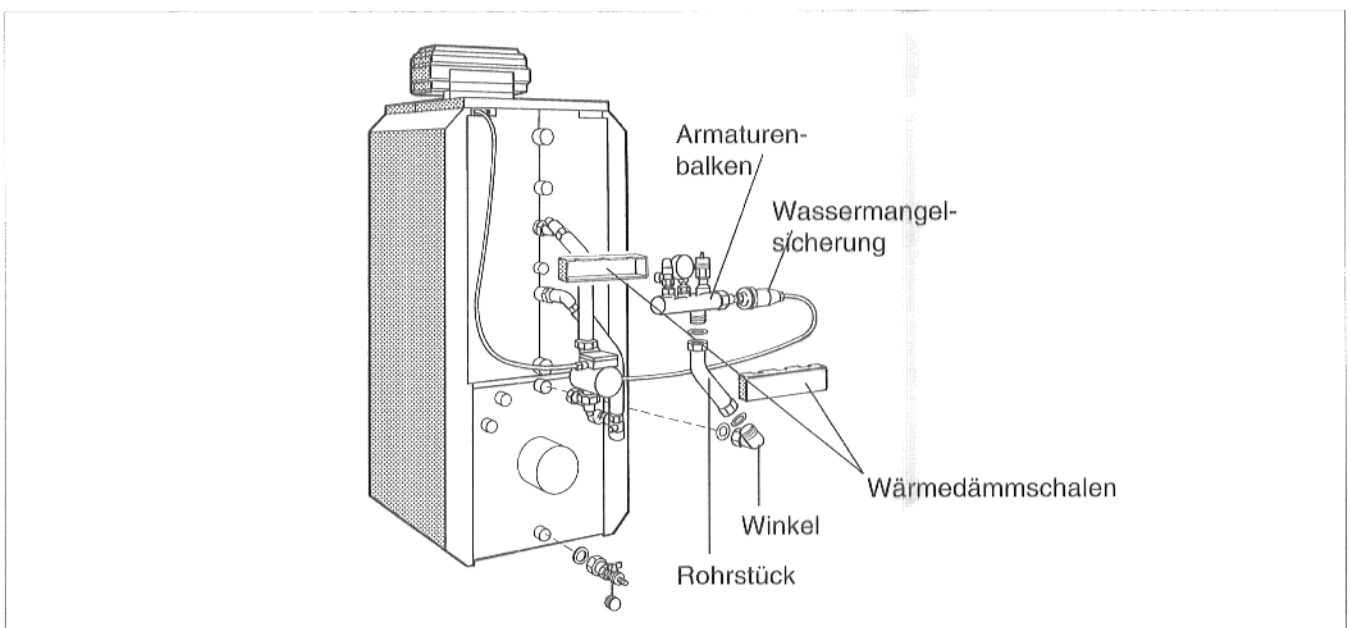

Abb. 4 Heizkessel-Sicherheits-Set am Heizkessel S115 T rechts angebaut
2. Nach oben, auf der linken Seite des Heizkessels (Abb. 4), dann muß die Kessel-Speicher-Verrohrung links angebaut werden..